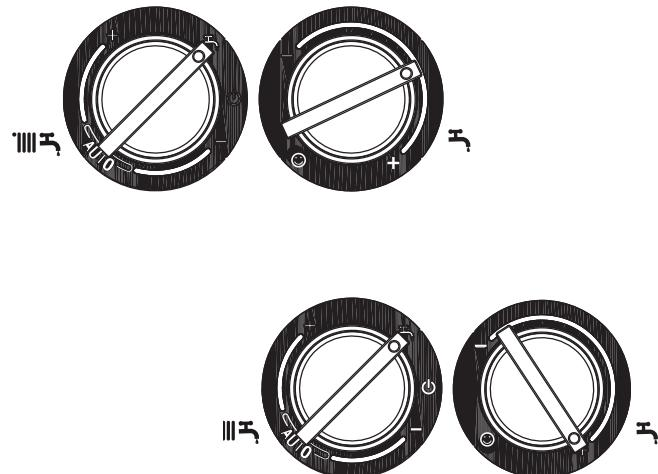

Рис. 5.1
- установите переключатель режимов работы режим «лето» «» (рис. 5.1)
- установите регулятор температуры в контуре ГВС (рис. 5.1) на максимальное значение.
- Откройте кран подпитки (рис. 5.1а) и держите его открытым до тех пор, пока давление не поднимется до уровня от 1 до 1,5 бар.